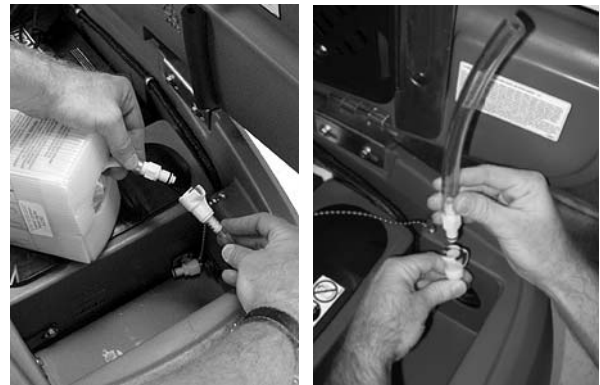

FIG. 76
1. Retirez le carton *FaST-PAK* et branchez le raccord de valve et le tuyau de 6 in / 15 cm sur le tuyau d'alimentation de détergent *FaST* (Figure 76).